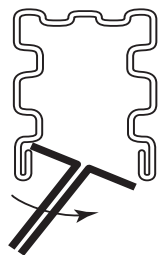
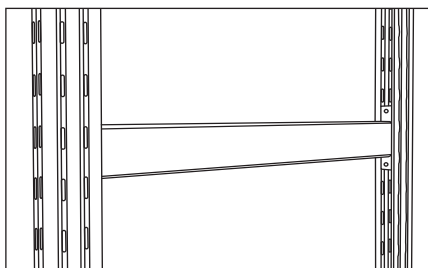

Рис. 3. Установка поперечин в стойку.
Рис. 5. Поперечина с двумя стойками.
1. Установите поперечины в стойки. Возьмите стойку и вставьте поперечину в первый паз от загнутого края стойки (рис. 3 и 4), аналогичным образом вставьте поперечину во вторую стойку (рис. 5). Количество поперечин и высота их установки зависит от комплектации стеллажа (см. стр. 17).